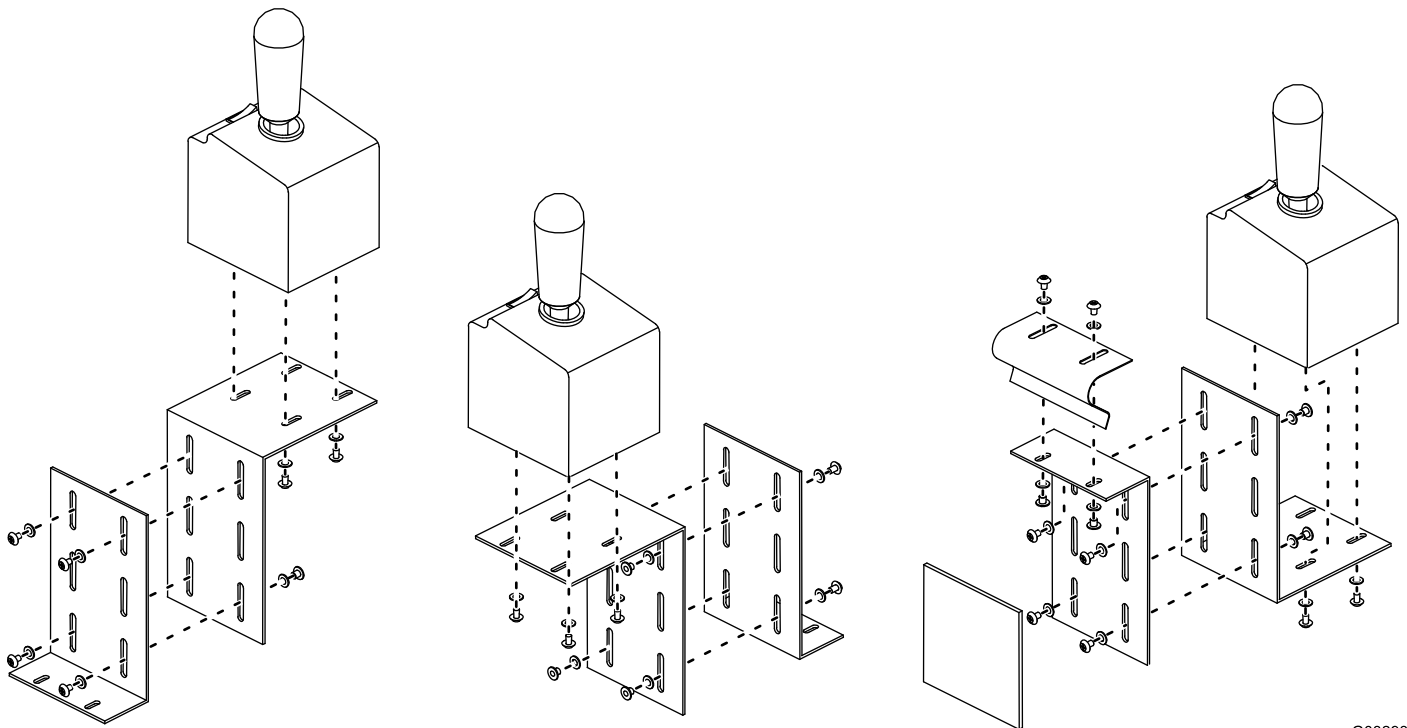

Bild 24
- Ermitteln Sie die beste Stelle und Konfiguration für die Befestigungshalterung des Steuergeräts, siehe Bild 24 für mögliche Konfigurationen.
- Befestigen Sie die Befestigungshalterungen mit acht bis zehn Schrauben (Nr. 8) und Scheiben (Nr. 10) und Muttern (Nr. 8) am Fahrzeug und Joysticksteuergerät, wie in Bild 24 abgebildet.